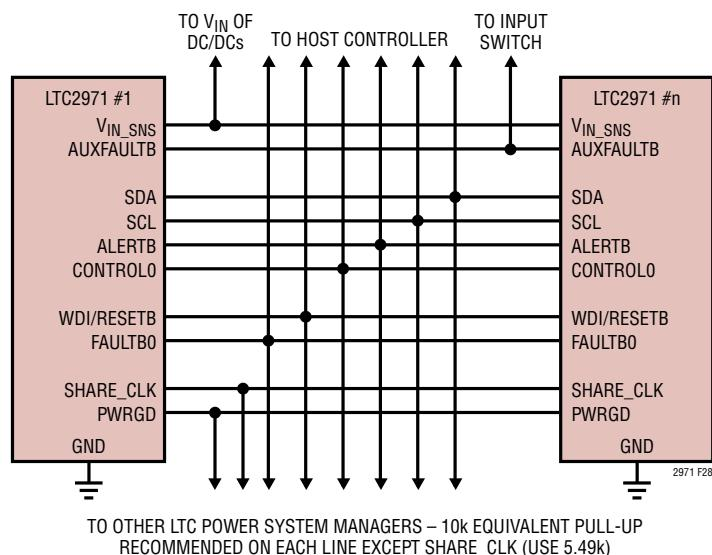

図28. アナログ・デバイセズの複数のパワー・システム・マネージャ間の代表的な接続
- PWRGDはMFR_PWRGD_ENコマンドでマッピングされた出力のステータスを反映します。図28では全てのPWRGDピンが相互接続されていますが、どの組み合わせを使用してもかまいません。